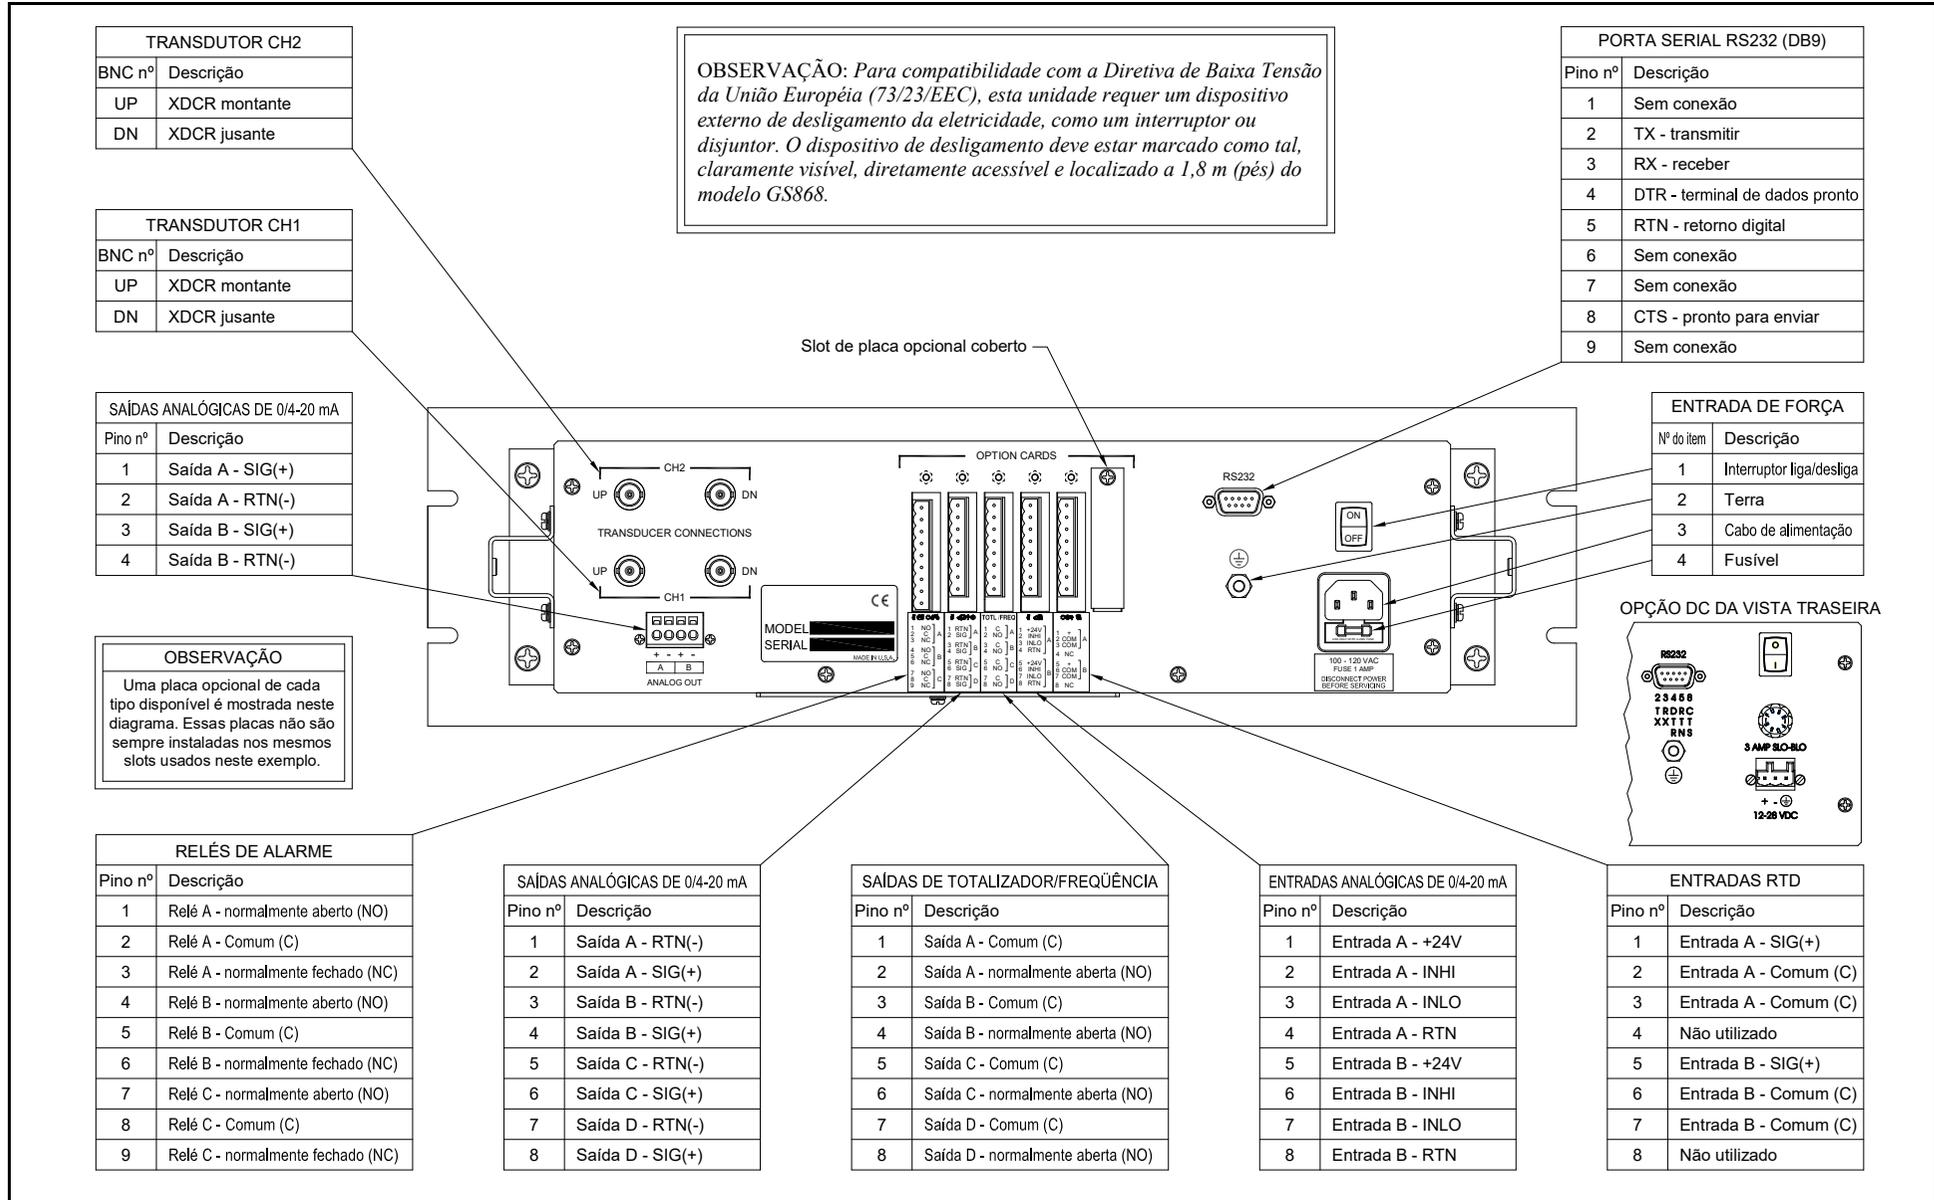

Figura C-2: Gabinete do modelo GF868 tipo rack – diagrama de fiação
O modelo GF868 para rack requer exatamente as mesmas conexões elétricas que a versão padrão. Contudo, os locais e tipo de conectores usados para os componentes são diferentes. Consulte a Figura C-2 na página C-3 e execute as seguintes etapas:
- a. Compre ou prepare um cabo serial apropriado. O cabo deve ter um conector DB9 fêmea padrão, cabeado conforme a Figura C-2 na página C-3, para conexão com o painel traseiro do modelo GF868. A outra extremidade deve ser a exigida pelo dispositivo externo.
5. Conecte todas as *placas opcionais* instaladas com os mesmos procedimentos descritos no Capítulo 1, *Instalação*, deste manual e as atribuições de números de pinos mostradas na Figura C-2 na página C-3.